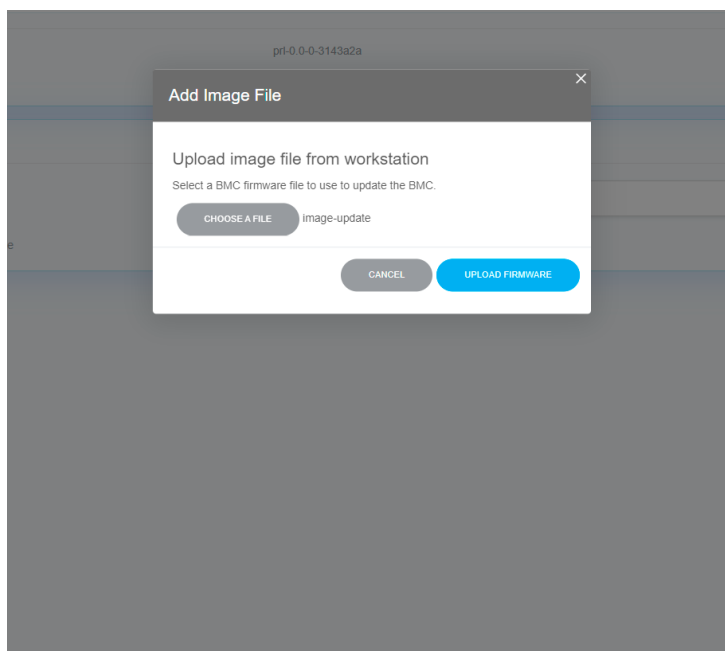

Рис. 77. Окно с активной кнопкой «UPLOAD FIRMWARE»
- 5) Нажмите на кнопку «UPLOAD FIRMWARE». Окно показано на рис. 77 Окно с активной кнопкой «UPLOAD FIRMWARE».